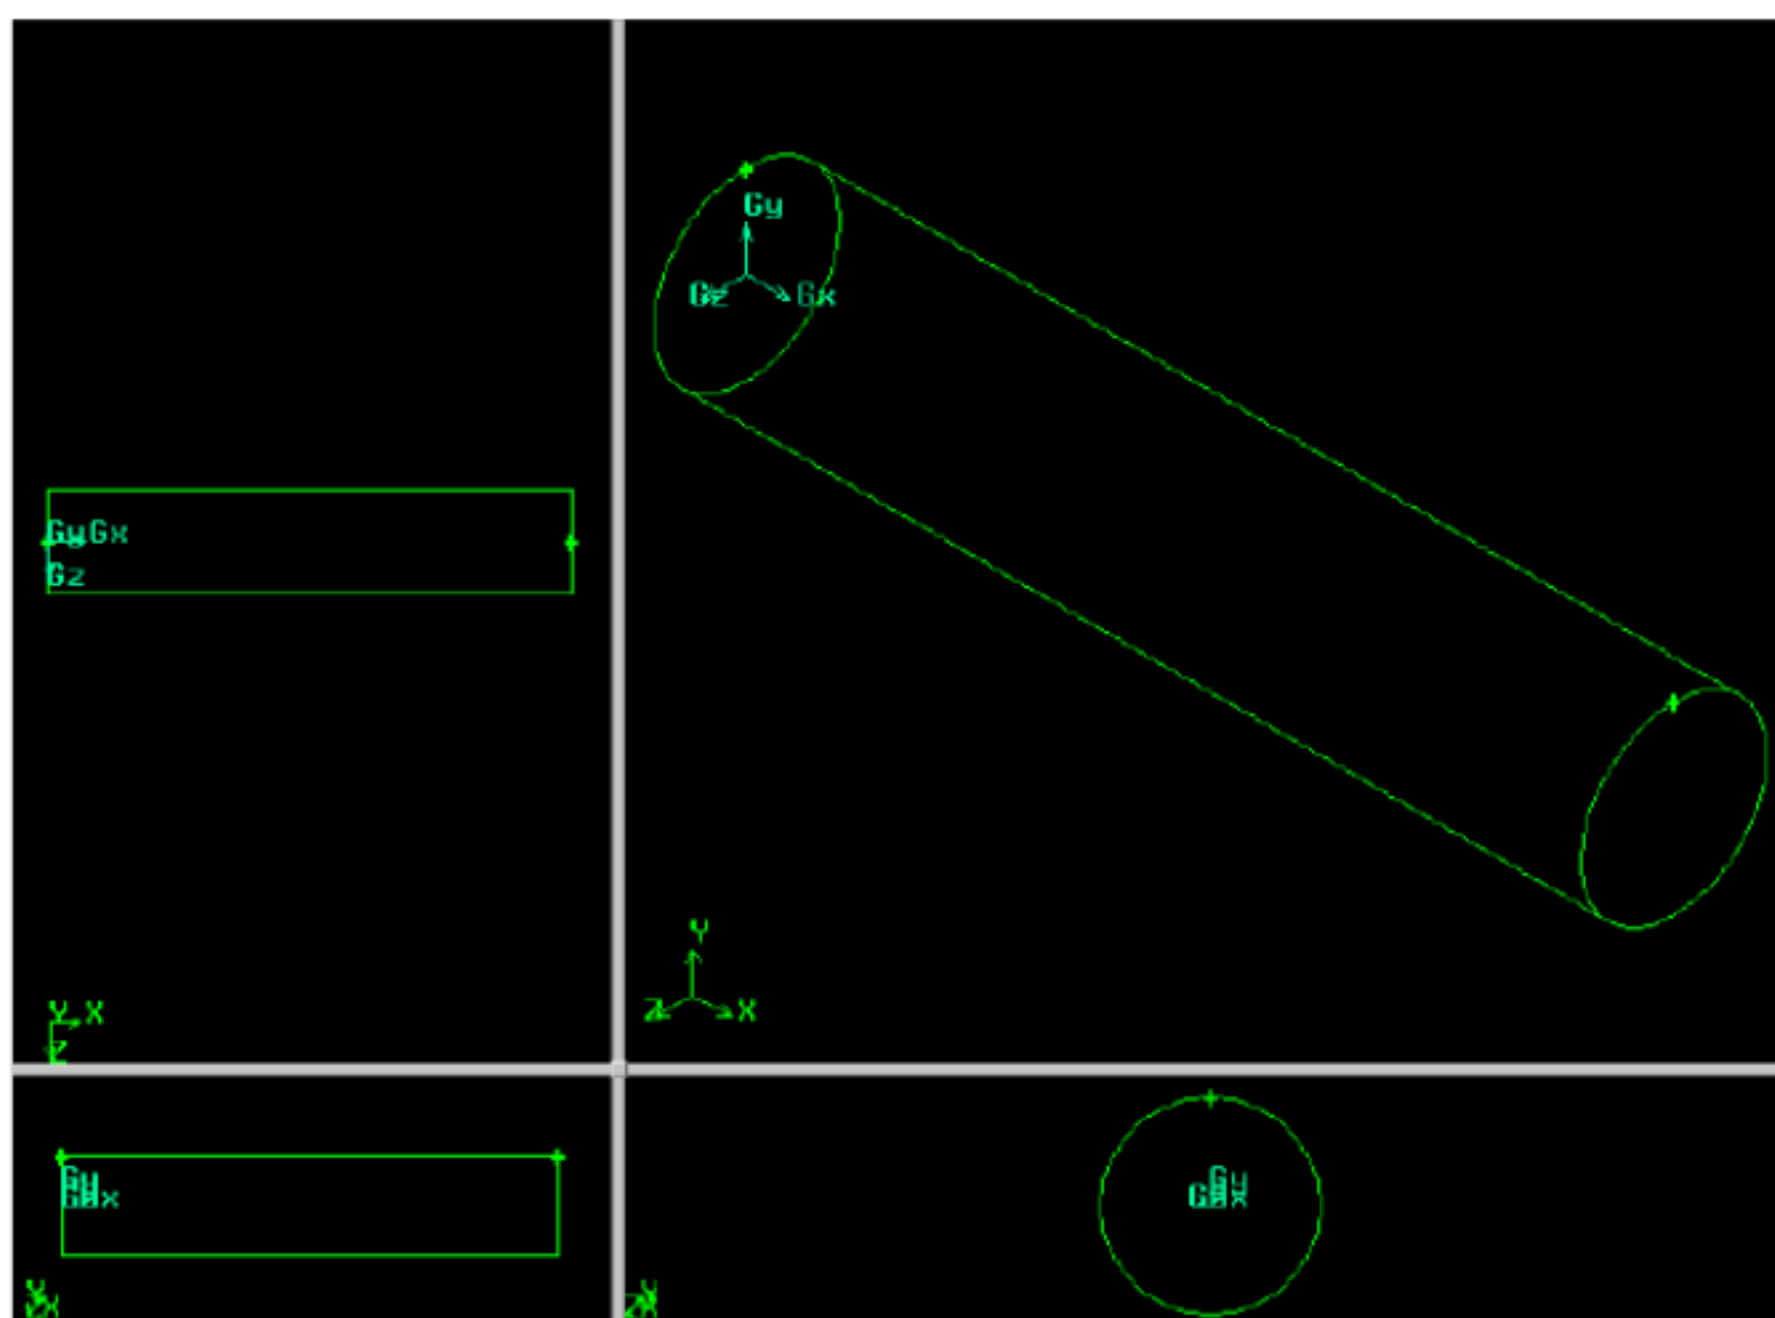

图 37
2. 为了能够更好的观察三维几何体，可以用鼠标拖动四个视图中央的小方块，改变四个视图的大小（见图 37）。